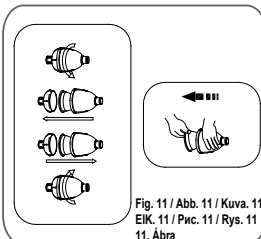

Fig. 11 / Abb. 11 / Kuva. 11 EIK. 11 / Psc. 11 / Rys. 11 11. Ábra
3. When finished, unplug the filter pump and remove any debris from the debris bag and filter cartridge. (See Fig.11)
3. Quando tiver terminado, desligue a bomba de filtro e remova quaisquer detritos do saco de detritos e do cartucho do filtro. (Veja Fig.11)
3. Cuando haya acabado, desconecte la bomba de filtrado, y quite los restos de la bolsa de recogida de desechos que hayan podido quedar en el cartucho del filtro. (Vea Fig. 11)
3. Ziehen Sie zum Schlüssen den Stecker der Filterpumpe und entfernen den Schmutz aus Filterbeutel und Filterkartusche. (Siehe Abb. 11)
3. Wanneer u klaar bent, maakt u de filterpomp los en verwijderd u alle vuil uit de zuilzak en het filterelement. (Zie Fig. 11)
3. Al termine dell'operazione, scollegare la pompa a filtro e rimuovere lo sporco accumulato nel sacchetto di raccolta e la cartuccia del filtro (Vedere Fig. 11)
3. A la fin, débranchez la pompe de filtration et éliminez tous les déchets contenus dans le sacchet à déchets et dans la cartouche du filtre. (Voir Fig.11)
3. После окончания работы выключите фильтрующий насос из сети и удалите мусор из мешка для мусора и вкладыша фильтра. (См. рис. 11)
3. Po sprzątnięciu odkurz pompę filtrującą od zasłaniania i usuń zanieczyszczenia z worka zbierającego i wkładu filtra. (Patrz rys. 11)
3. När man är klar ska man koppla från filterpumpen och avlägsna eventuellt skräp från avfallsåspän och filterpatronen. (Se Fig. 11)